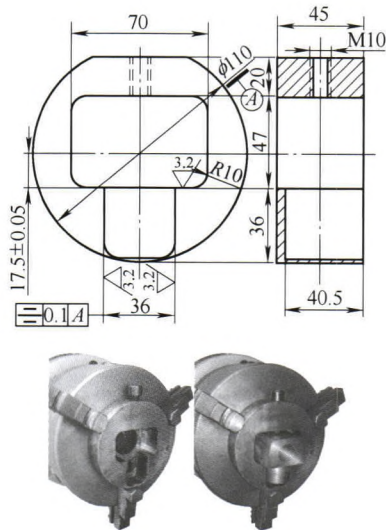

图 2
方法二是笔者采用的方法，考虑设计专用胎具措施保证梯形螺纹的加工质量和加工效率 (专用胎具具体形式如图2所示)。该胎具用 M10 螺钉将螺母毛坯与胎具固定为一体，胎具回转中心与梯形螺纹中心线自动重合，确保梯形螺纹中心线与 $\phi 36$ mm 圆柱体中心线共面且保证尺寸 (17.5 ± 0.1) mm 加工精度。
(1) 外圆刀具的选择 为了得到锋利的刀具形状,我们一般采用高速钢来修磨刀具。先利用线切割割出大概的形状,然后再手动修磨刀具,得到如图2所示形状。通过图2可以看出,采用90°的主偏角,径向切削力小,前面磨有4~5 mm的卷屑槽,